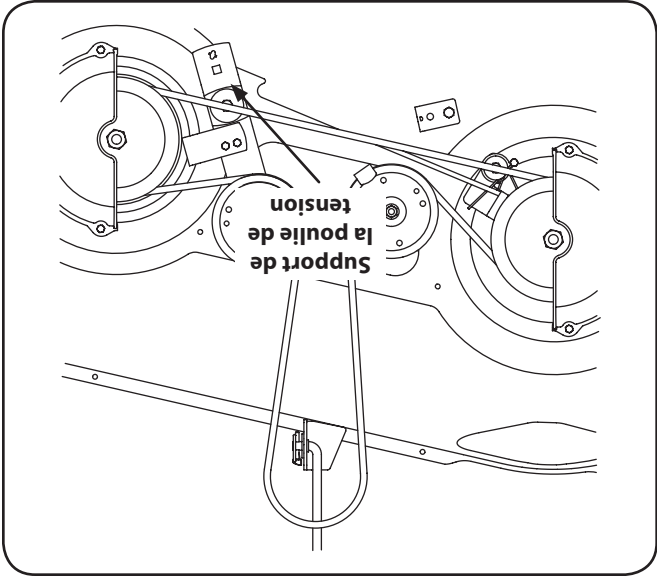

Figure 7-3
- b. Raccordez les barres de relevage du plateau de coupe. Voir la Figure 7-3.
6. Sortez la goupille de support du plateau de coupe pour déloger le plateau de la tringle de relèvement. Voir la Figure 7-3.